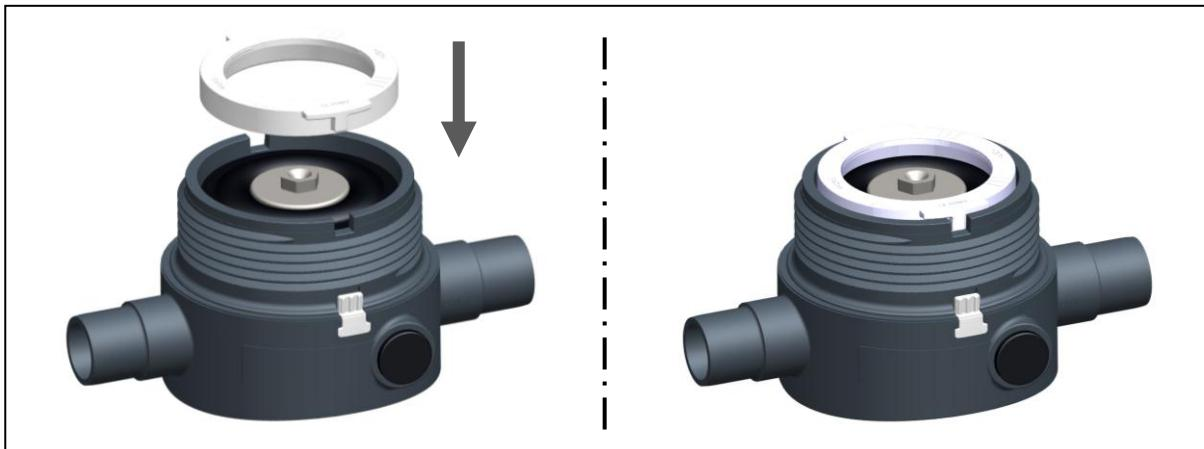

Abb. 13
- Halterung platzieren. Dabei sicherstellen, dass die beiden Nasen des Halterings in den Auskerbungen des Unterteils liegen, siehe Abb. 13